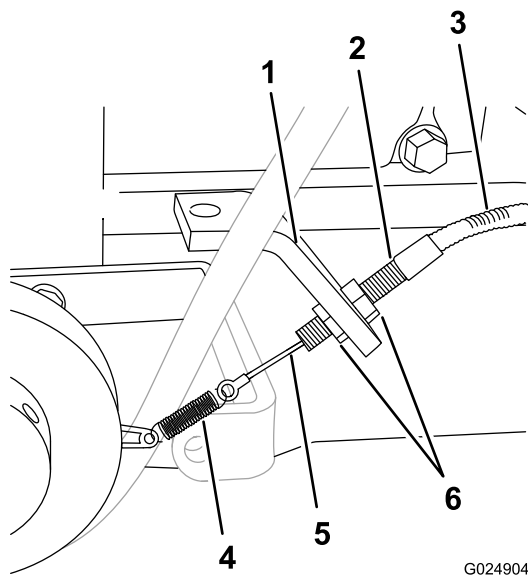

Figura 25
2. Afloje las 2 contratuercas que sujetan el tensor del cable del embrague al soporte del embrague, y gire las tuercas a los extremos de la rosca del tensor (Figura 25).
3. Sujete el tensor con una mano y levante un poco la camisa del cable (Figura 25).
4. Manteniendo la tensión en el cable, utilice la otra mano para girar las contratuercas hasta que estén apretadas contra el soporte del embrague (Figura 25).
5. Apriete las contratuercas para sujetar el tensor al soporte (Figura 25).
- Afloje un poco las 2 contratuercas (Figura 25).
- Gire las contratuercas en sentido horario para aumentar la tensión del cable, o en sentido antihorario para reducir la tensión (Figura 25).
- Apriete las contratuercas para sujetar el tensor al soporte del embrague (Figura 25).